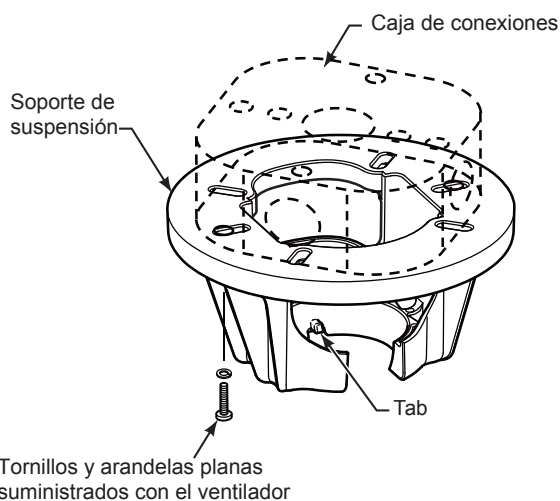
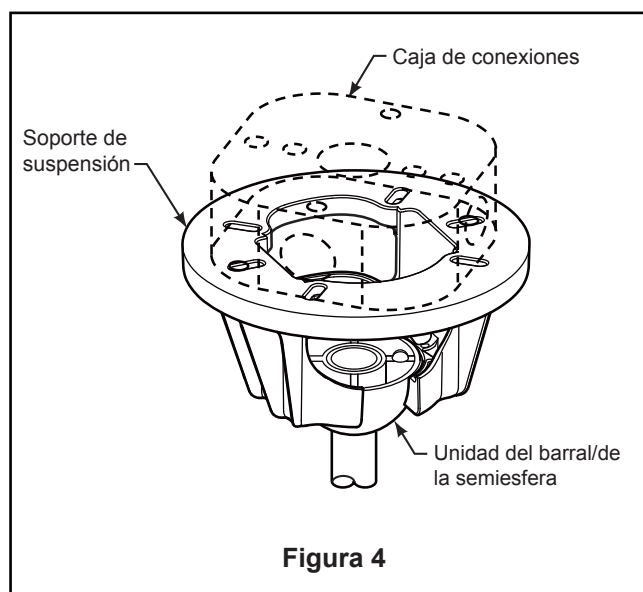

Figura 3
Figura 4
Uso del soporte (Figura 3)
3. Retire el clip de horquilla y pasador de horquilla de la parte inferior de la bola para colgar. Retener el pasador y clip para la reinstalación en el paso 5. (Figura 3)
1. Fije adecuadamente el soporte colgante a la caja de empalme del techo que sea aceptable para el soporte del techo. Usando los tornillos de la caja de salida #8-32 y las arandelas planas suministrado con el ventilador. (Figura 3)
NOTA: Se deben pasar los tornillos de la caja de conexiones a través de los orificios que se encuentran en el soporte de suspensión. (Figura 3)
3. Con cuidado, levante el ventilador y apoye la unidad del barral/de la semiesfera en el soporte de suspensión que acaba de fijar a la caja de conexiones. (Figura 4) Asegúrese de que la ranura en la semiesfera esté alineada con el reborde del soporte de suspensión. (Figura 3)
2. Deslice el receptor en el soporte de suspensión antes de realizar el cableado como se muestra en la figura 3.